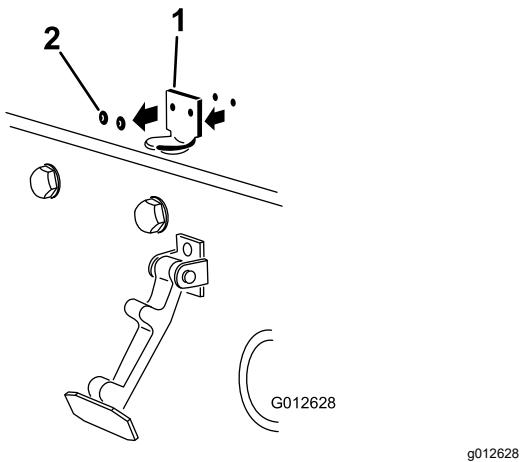

Figure 7
- Retirez les rivets (2) qui fixent le support de loquet au capot (Figure 7). Enlevez le support de loquet du capot.